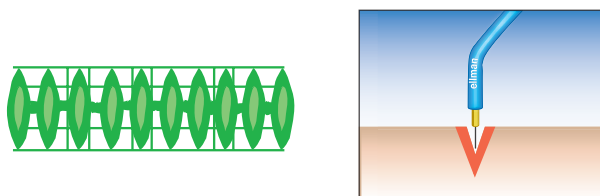

Рис. 12. Режим «BLEND» (СМЕСЬ). Полностью выпрямленная форма радиоволны (слева).
2) «BLEND» (СМЕСЬ)* (4,0 МГц). **Полностью выпрямленная форма волны** (Рис. 12) представляет собой радиоволну слабой пульсации, производящую разрез с легкой поверхностной коагуляцией (без обугливания), так называемую «коагуляционную пленку» на разрезах тканей. Такая коагуляция эффективно останавливает кровотечение и запаивает нервные волокна, что позволяет выполнять «сухие разрезы» и снижает болезненность в послеоперационном периоде. 50% радиоволновой энергии расходуется на разрез и 50% на коагуляцию.